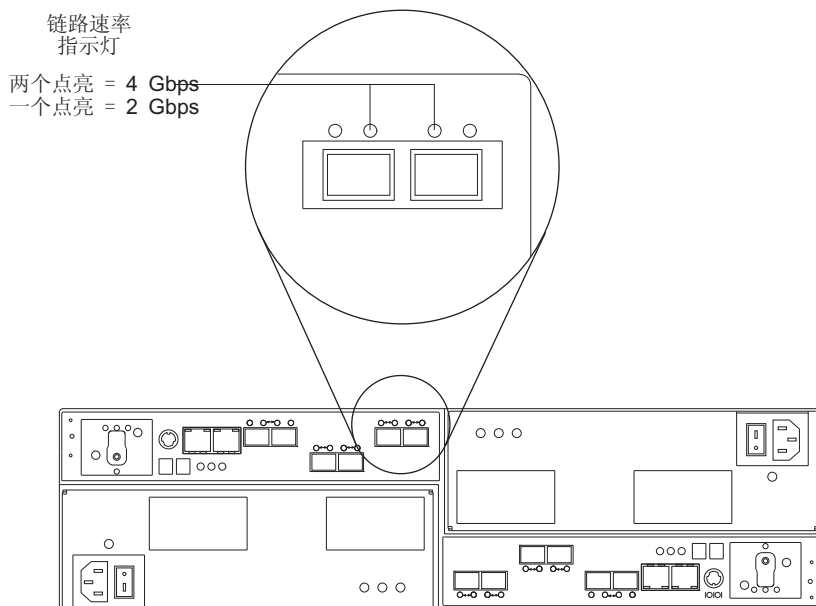

图 83. “链接速率”指示灯
2. 找到“链接速率”指示灯。图 83 显示了存储子系统后部“链接速率”指示灯的位置。
4. 找到“链接速率”开关。图 83 显示了命令模块前部“链接速率”指示灯的位置。